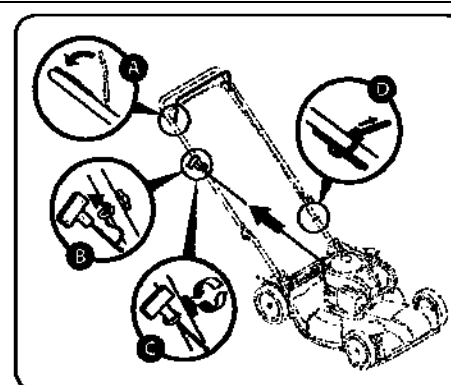

Рис. 6
1. Шнур стартера присоединен к правой стороне верхней части ручки. Ослабьте барашковую гайку, которая фиксирует направляющую шнура. См. Рисунок 6.
- Медленно потяните рукоятку стартера от двигателя и заведите шнур в направляющую шнура. См. Рисунок 6.